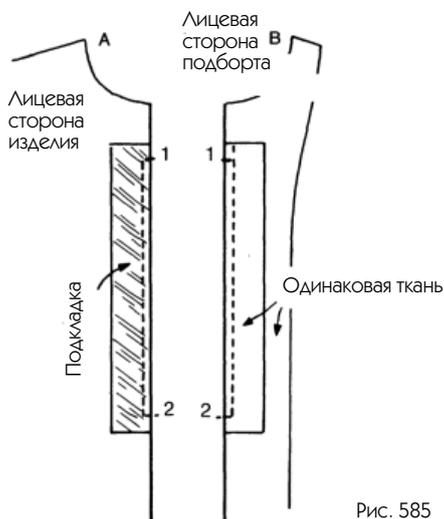

Рис. 585
3. С правой стороны изделия (рис. 585 А) положите полоску из подкладочной ткани лицом к лицу по немеченой длине, прострочите от 1 до 2.
— На подборте (рис. 585 В) выполните ту же работу с подходящей полоской ткани.